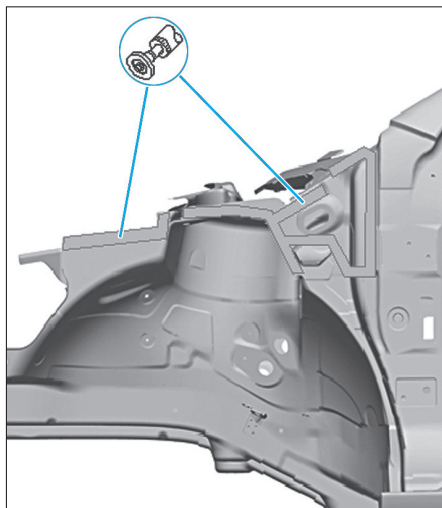

FIG. 14
- Préparer les zones d'accostage, éliminer entièrement les restes de colle et poncer à nu les surfaces de collage (Fig.14).